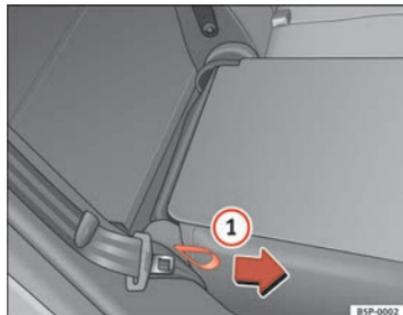

Fig. 100 Rebater ou levantar o encosto dos bancos traseiros
- Puxar a pega que se encontra na parte lateral do banco ⇒ fig. 100 ①